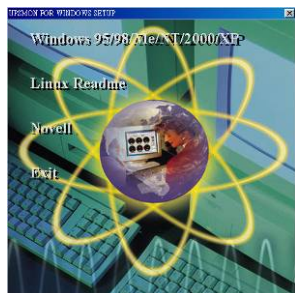

Рис. 5.1
1. Вставить компакт-диск с программой «UPSMON» в дисковод CD-ROM. Программа установки запускается автоматически, при этом на мониторе появляется меню (показано на рис. 5.1); выберите в меню операционную систему, установленную на вашем компьютере, и кликните курсором мышки по соответствующей строке. (Например, если вы используете операционную систему Windows XP™, кликните курсором по ссылке **Windows 98/ Me/ 2000/NT/XP**.)